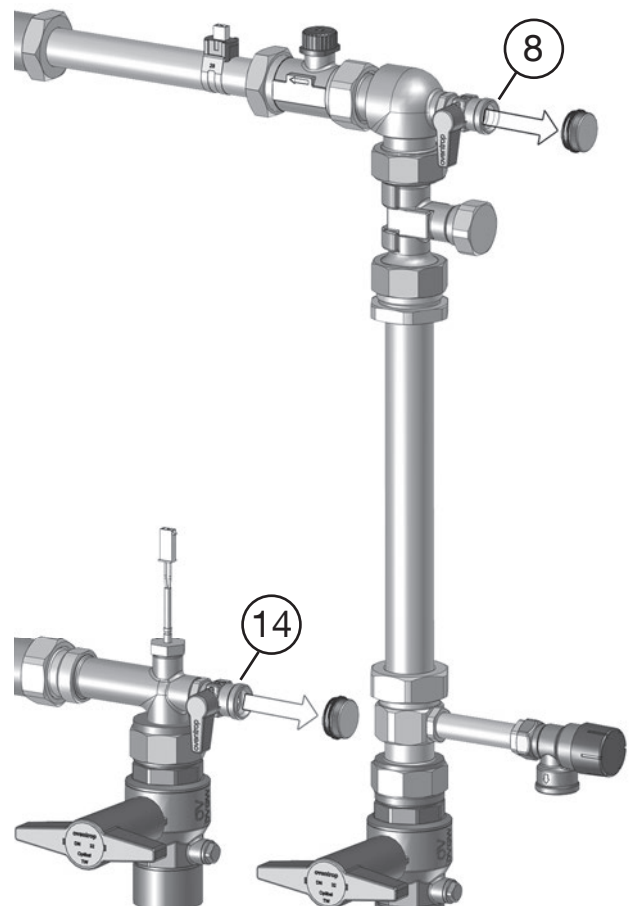
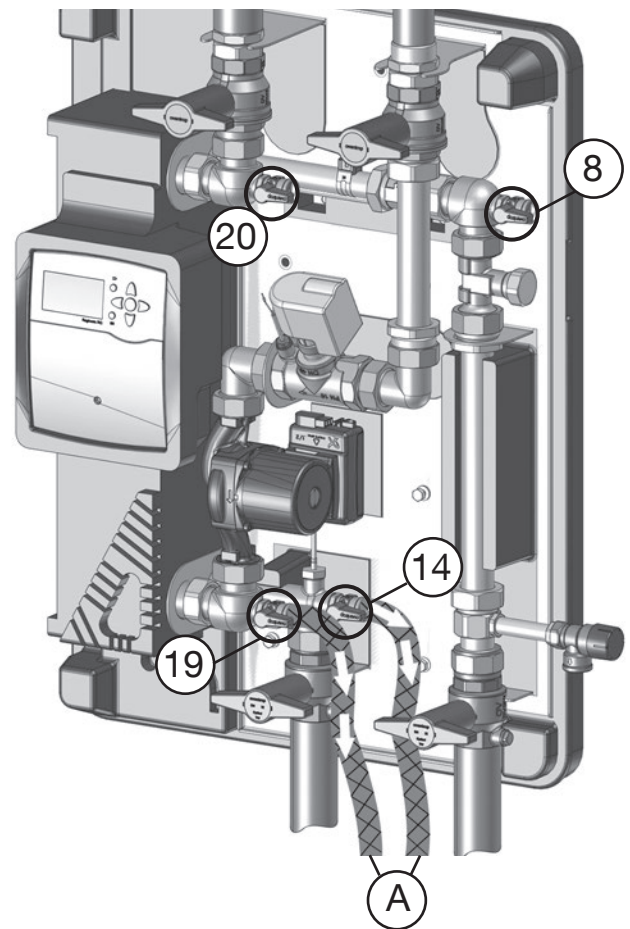

fig. 5.2: Desenrosque las tapas de las válvulas de bola de llenado y vaciado
fig. 5.5: Vacíe los tubos y el intercambiador de calor
3. Desenrosque las tapas de las válvulas de bola de llenado y vaciado (8 y 14) (fig. 5.2).
3. Desenrosque los tapones de las válvulas de bola de llenado y vaciado (ver fig. 5.2 en la página 31, pos. 8, 14, 19, 20).
4. Instale una manguera de vaciado (A) en cada válvula inferior de llenado y vaciado (14 y 19).
5. Abra las válvulas de bola de llenado y vaciado (8, 14, 19 y 20) para vaciar los tubos y el intercambiador de calor (fig. 5.5).